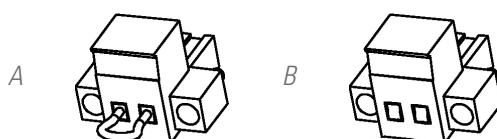

Abb. 10. Stecker für den externen Not-Aus-Schalter.
- Sobald der Anschlussstecker aus der Steckdose, in der er eingesteckt ist, herausgezogen wird. Dieser Stecker ist an einem Kabel als eine Art Brücke, die den Stromkreis schließt, angeschlossen (siehe Abb. 10-A).
- Oder, wenn der externe Schalter des Geräts und des Benutzers, der zwischen den Anschlüssen des Steckers installiert ist, betätigt wird (siehe Abb. 10-B) Der Anschluss am Schalter muss mit einem normalerweise geschlossenen Kontakt -NC- ausgestattet sein, der den Stromkreis öffnet, wenn er betätigt wird.